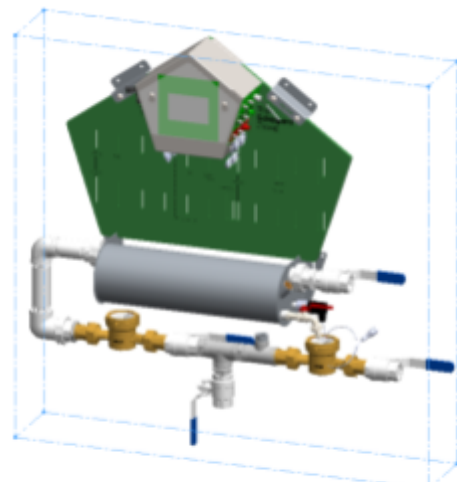

Figure 22.
- o Raccordez le deuxième compteur d'eau au té, comme indiqué sur la figure 22.